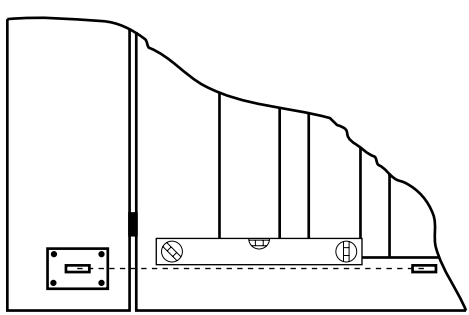

Fig. 6
- Con cancello completamente chiuso posizionare la staffa di testa in prossimità dell'attacco del pistone. Verificare che le staffe di testa e di coda siano livellate (fig. 6) e fissare la staffa di testa al cancello.